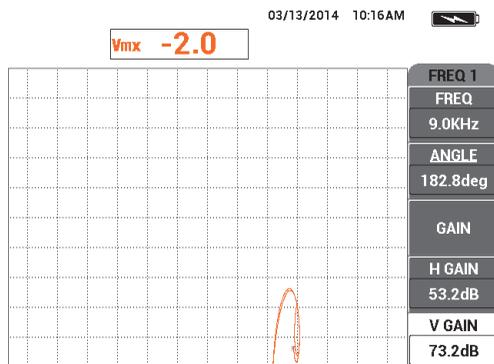

Рис. 5-130 Просмотр смешанного сигнала
26. При необходимости, нажмите клавишу ERASE () для просмотра смешанного сигнала (см. Рис. 5-130 на стр. 232).